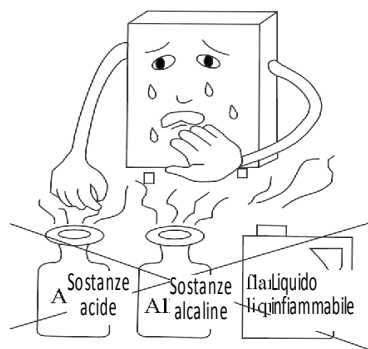

Fig. 18
- Non depositare in prossimità dello scaldabagno sostanze infiammabili, esplosive o volatili. (Fig. 18)